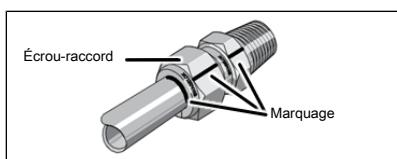

Fig. 19 Marquage des capuchons
2. Uniquement pour les pompes à deux têtes : démontez le raccordement pneumatique entre les têtes de pompe ; pour cela, marquez les capuchons vissés selon le Fig. 19 et desserrez les capuchons vissés.
3. Marquez le couvercle de la tête (1), la culasse (13) et le carter (11) avec un trait de feutre continu.
Pour ce faire, serrez les capuchons vissés légèrement au-dessus de leur position initiale (comme marqué lors du démontage, voir Fig. 19).